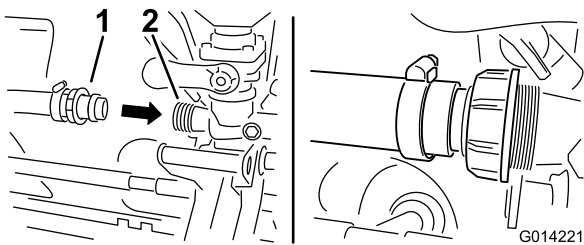

Figura 24
1. Instale o tubo restante para a abertura roscada do misturador virada para a frente (Figura 24). Prenda-o ao misturador com a porca de plástico.
2. Aperte a porca sobre as roscas do misturador para prender o tubo (Figura 24).